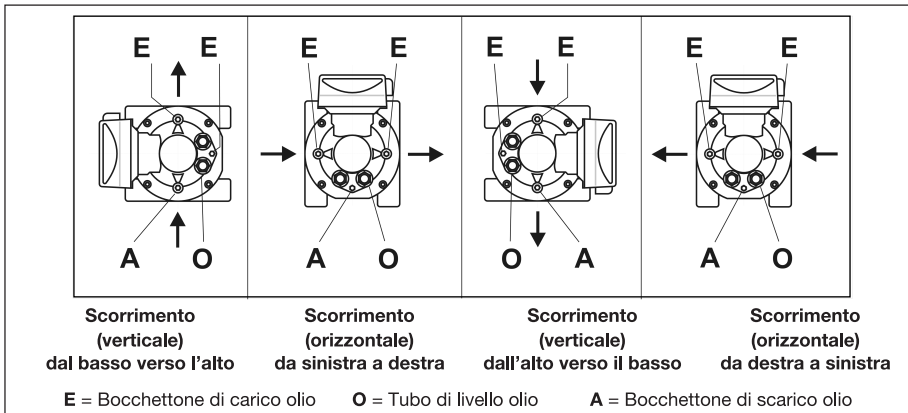

Figura 7: Posizioni di utilizzo ammesse, riempimento olio e indicatore livello olio **tipo RVG**
- Il contatore dispone di tre aperture di carico e di scarico dell'olio e di due tubi di livello dell'olio sulla parte anteriore e (opzionali) su quella posteriore (Figura 7).
- Svitare la vite di carico (E, Figura 7) sul coperchio anteriore del corpo contatore.
- Togliere una vite di carico (E) sul coperchio posteriore del corpo contatore, in modo che l'olio possa fluire meglio nello scomparto posteriore.